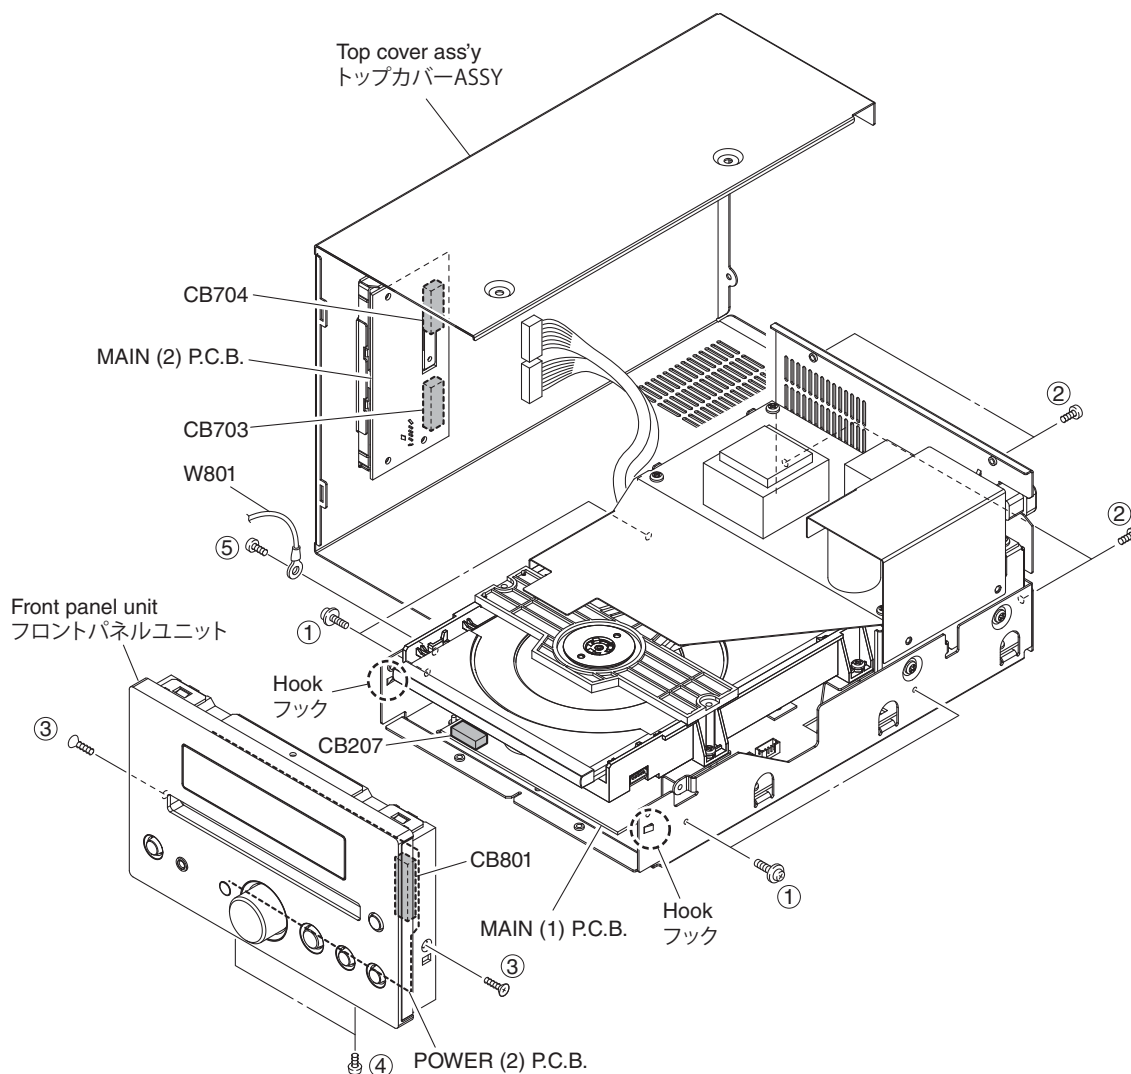

Fig. 1
- Remove 4 screws (①) and 4 screws (②). (Fig. 1)
- Lift the top cover ass'y. (Fig. 1)
- Remove CB703 and CB704. (Fig. 1)
- Remove the top cover ass'y. (Fig. 1)
- ①のネジ 4 本、②のネジ 4 本を外します。(Fig. 1)
- トップカバー ASSY を持ち上げます。(Fig. 1)
- CB703、CB704 を外します。(Fig. 1)
- トップカバー ASSY を取り外します。(Fig. 1)
- Remove 2 screws (③) and 2 screws (④). (Fig. 1)
- Remove screw (⑤) and then remove W801. (Fig. 1)
- Remove CB801. (Fig. 1)
- Release 2 hooks and then remove the front panel unit. (Fig. 1)
- Remove CB207. (Fig. 1)
- ③のネジ 2 本、④のネジ 2 本を外します。(Fig. 1)
- ⑤のネジを外し、W801 を外します。(Fig. 1)
- CB801 を外します。(Fig. 1)
- フック 2 ヶ所を外し、フロントパネルユニットを外します。(Fig. 1)
- CB207 を外します。(Fig. 1)
- Remove the loader mechanism unit. (Fig. 1)